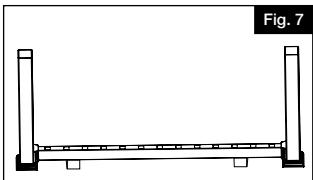

Fig. 7
- c. Deslice el travesaño inferior entre dos postes y apóyelo sobre los bloques espaciadores de madera (Fig. 7).